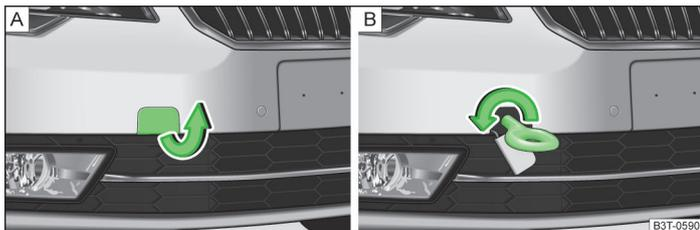

Abb. 190 Vorderer Stoßfänger: Ausbau der Abdeckkappe / Einbau der Abschleppöse
- Die Abdeckkappe aus dem vorderen Stoßfänger herausnehmen » Abb. 190 - A.
- Die Abschleppöse nach links bis zum Anschlag einschrauben » Abb. 190 - B und diese so fest wie möglich anziehen. Für das Festziehen empfehlen wir, z. B. den Radschlüssel, die Abschleppöse eines anderen Fahrzeugs oder einen ähnlichen Gegenstand zu verwenden, der durch die Öse gesteckt werden kann.